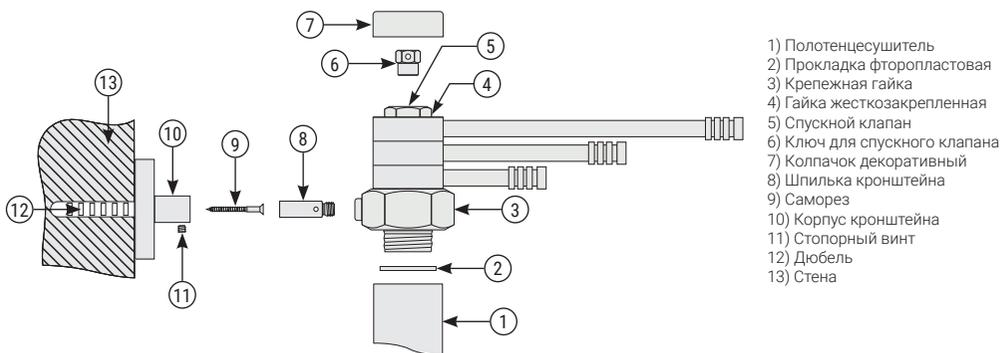

Рис. 1
3.2. В процессе сборки использовать только новую фторопластовую прокладку для коллектора, которая идет в комплекте (рис. 1 «2»).
3.3. Открутить сверху декоративный колпачок веера, поворачивая его против часовой стрелки, и соединить вешалку «ВЕЕР» с коллектором дизайн-радиатора посредством резьбового соединения согласно схеме (рис. 1).
3.4. С помощью гаечного ключа №24 затянуть с усилием равным $70 \text{ Н/м} - 7 \text{ кг}$ вешалку за гайку, расположенную сверху и жестко закрепленную на оси, для обеспечения герметичности (рис. 1 «4»).
3.5. В случае неравномерного прогрева полотенцесушителя после завершения монтажа необходимо стравить воздух через воздушный клапан (рис. 1 «5»), применяя специальный ключ (рис. 1 «6»), который идет в комплекте. Максимальное усилие затяжки спускного клапана динамометрическим ключом не должно превышать $6 \text{ Н/м} - 0,6 \text{ кг}$.